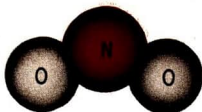

Abb. 26 Modell eines Stickstoffdioxidmoleküls
Stickstoffdioxid NO₂ (Abb. 26) entsteht durch Oxydation von Stickstoffmonoxid. Die Reaktion verläuft ohne Energiezufuhr. Viele Teilchen der Ausgangsstoffe besitzen bereits unter den Bedingungen des Normzustandes die für das Zustandekommen der Reaktion erforderliche Mindestenergie. Bei der Reaktion stellt sich ein chemisches Gleichgewicht ein, das unter 200 °C nahezu vollständig auf der Seite des Stickstoffdioxids liegt. Stickstoffdioxid ist ein braunes, giftiges Gas, das sich leicht in Wasser löst. ⑥